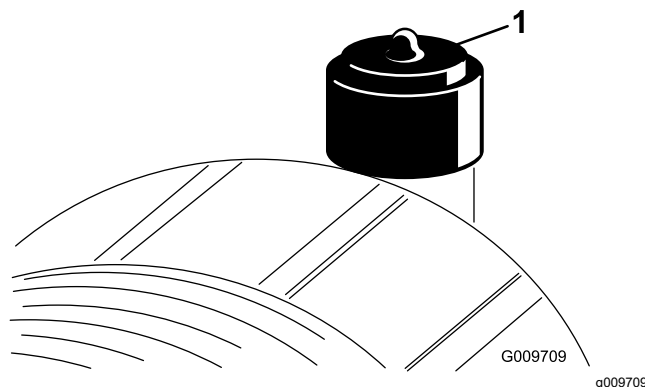

Рисунок 52
Элемент воздухоочистителя следует обслуживать только при соответствующем показании индикатора засорения (Рисунок 52). Более частая замена элемента воздухоочистителя (без необходимости) ведет лишь к повышению вероятности попадания грязи в двигатель при снятии элемента.
- Сбросьте индикатор засорения (Рисунок 52), если он стал красным.